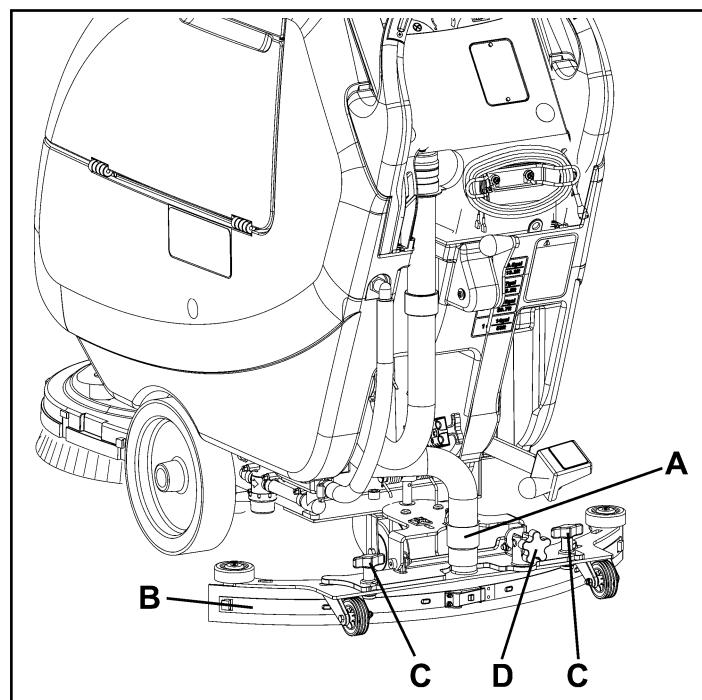
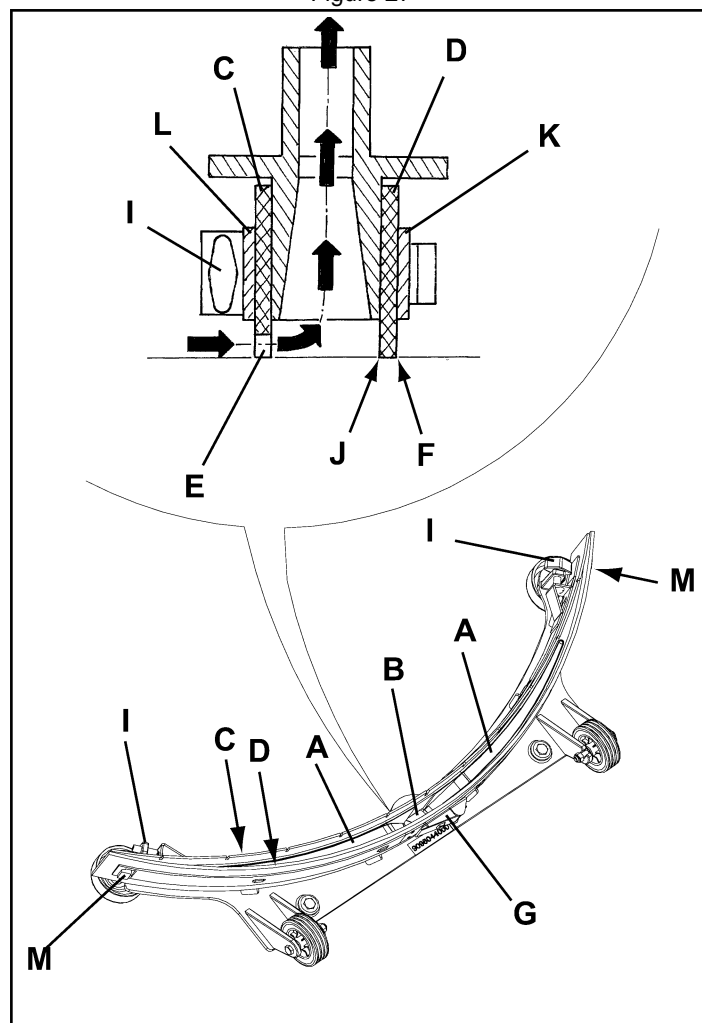

Figure 27
Figure 28
2. Contrôler que les bords (E, Fig. 28) de la lamelle en caoutchouc avant (C) et les bords (F) de la lamelle en caoutchouc arrière (D) se posent simultanément sur le marbre de contrôle, et en toute leur longueur ; dans le cas contraire, régler leur hauteur en procédant comme suit :
- Dégager le tirant (G), décrocher les dispositifs de retenue (M) et régler la lamelle en caoutchouc arrière (D), puis accrocher les dispositifs de retenue (M) et engager le tirant (G).
- Desserrer les boutons (I) et régler la lamelle en caoutchouc avant (C), puis serrer les boutons.
3. Contrôler que la lamelle en caoutchouc avant (C) et la lamelle en caoutchouc arrière (D) sont intactes et qu'elles ne présentent pas de coupures ou déchirures ; dans le cas contraire, les remplacer en procédant comme suit. Contrôler aussi que l'arête avant (J) de la lamelle en caoutchouc arrière (D) n'est pas usée ; dans le cas contraire, renverser la lamelle, en remplaçant l'arête usée avec l'arête qui est encore intacte. Si toutes les arêtes sont usées, remplacer la lamelle en caoutchouc en procédant comme suit :
- Dégager le tirant (G), décrocher les dispositifs de retenue (M), déposer la bande de retenue (K) et remplacer / tourner la lamelle en caoutchouc arrière (D). Pour la repose, procéder dans l'ordre inverse de la dépose.
- Dévisser les boutons (I) et déposer la bande de retenue (L), puis remplacer la lamelle en caoutchouc avant (C). Pour la repose, procéder dans l'ordre inverse de la dépose.
4. Connecter le tuyau d'aspiration (A, Fig. 27) à l'embouchure.
5. Reposer l'embouchure (B) et serrer les boutons (C).
6. Si besoin est, régler le bouton de réglage (D) de l'équilibrage de l'embouchure.